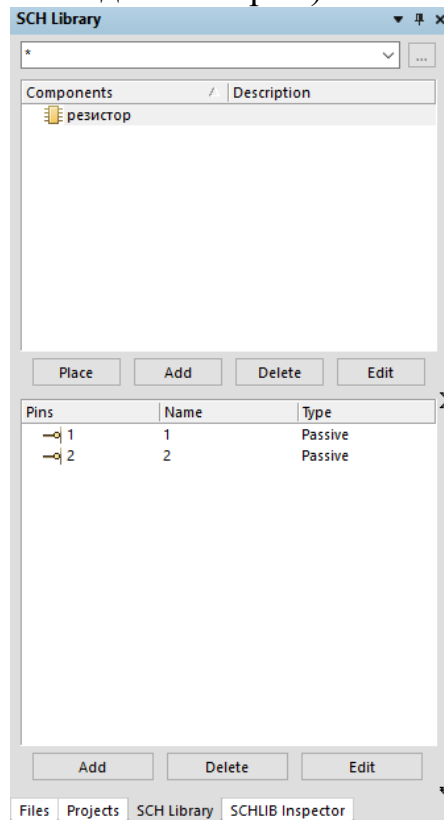

Рис.15. Панель SCH Libraries
- У панелі SCH Libraries (Рис.15) бачимо які піни має даний компонент. Бажано перевірити відсутність повторюваних пінів (а саме з однаковим десігнатором).